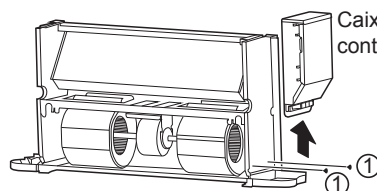

Figura 4-7 Remoção da caixa de controlo elétrico
- Como mostrado na Figura 4-7, remova os parafusos ① \*2 para retirar a caixa de controlo elétrico.